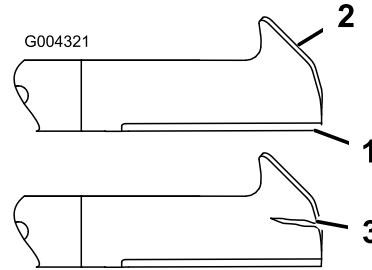

Figura 47
1. **Inspeccione los filos de corte (Figura 47).** Si los bordes no están afilados o tienen mellas, retire las cuchillas y afílelas; consulte Cómo afilar las cuchillas.
2. **Inspeccione las cuchillas, especialmente la parte curva (Figura 47).** Si observa daños, desgaste o la
formación de una ranura en esta zona (elemento 3 en la Figura 47), instale inmediatamente una cuchilla nueva.